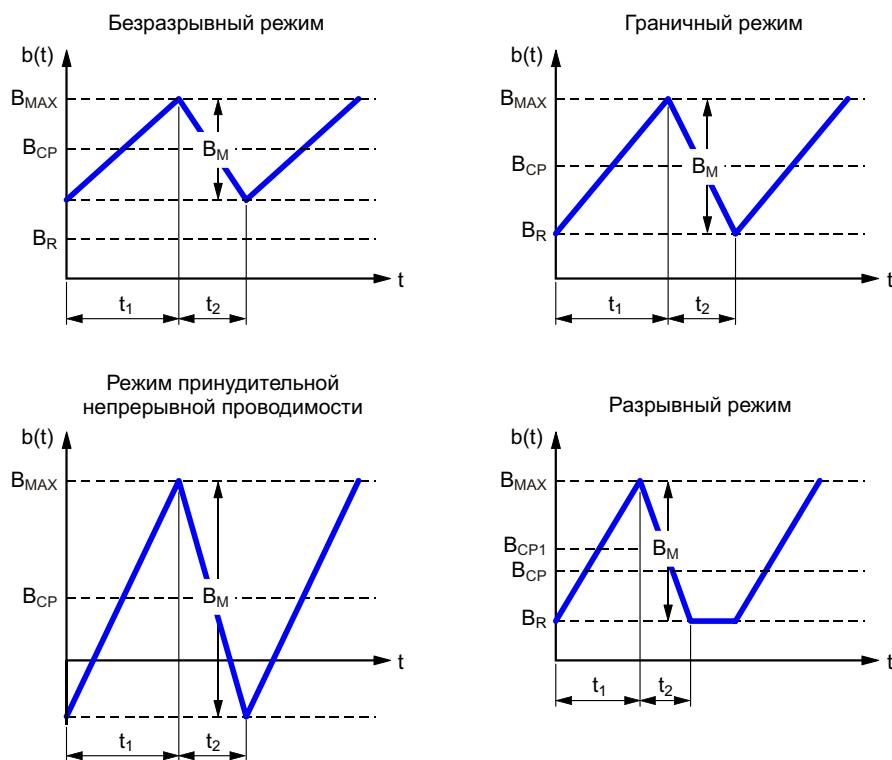

Рисунок 6. Магнитная индукция в дросселе при различных режимах работы.
Как видно из формулы (12), объем магнитопровода дросселя напрямую зависит от произведения $B_m B_{CP}$, которое сейчас необходимо определить, хотя бы ориентировочно. Подробный анализ всех возможных вариантов работы магнитопроводов (Рисунок 6) выполнен в [4]. Разрывный режим и режим